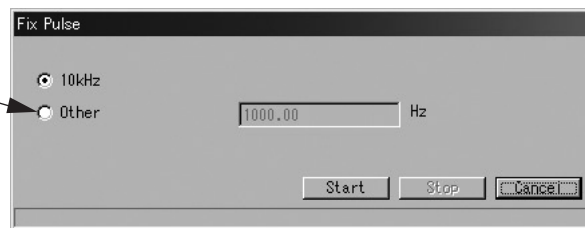

図84
- ① 画面上部メニューの「Diag/Service(T)」をクリックし、「Loop test」のドロップダウンリストの中から「Fix Pulse」を選び再度クリックします。
- ② 図84のようなメッセージボックスが現れます。模擬出力値を選択し、「Start」ボタンをクリックしてください。なお、“10kHz”以外を出力させる場合は「Other」を選択し、出力させるパルス周波数を入力後「Start」ボタンをクリックしてください。入力可能なパルス周波数の範囲は0.01～10000Hzです。